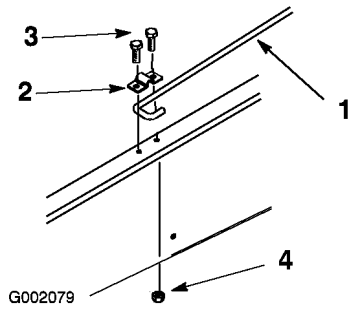

Figura 10
6. Desaperte o parafuso que fixa o dispositivo de bloqueio da barra de apoio à estrutura até poder encaixar a extremidade em gancho J da barra de apoio por baixo do dispositivo de bloqueio (Figura 10).
- Aperte o parafuso e fixe o outro lado do dispositivo de bloqueio com um parafuso novo (5/16 x 3/4 polegada) e porca de flange (5/16 polegada) (Figura 10).